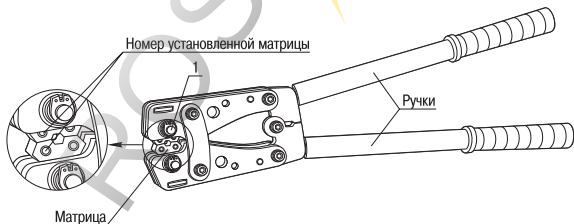

Рисунок 1
3.4 Установите необходимый размер матрицы для обжима, для этого нажмите на кнопку 1 (смотри рисунок 1) и, вращая, установите матрицу в нужном положении. Цифра на матрице должна быть равна номеру наконечника. Отпустите кнопку 1. Кнопка должна вернуться в исходное положение.